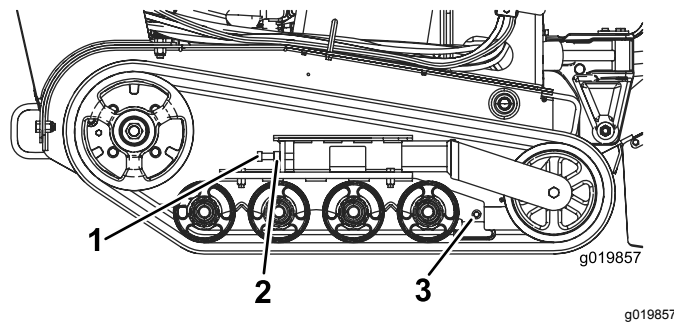

Figure 48
3. Desserrez l'écrou de blocage sur le boulon de réglage de tension de la chenille et les boulons de serrage du bras de tension (**Figure 48**).
4. Serrez le boulon de réglage de tension à un couple de 32,5 à 40 N·m pour tendre la chenille (**Figure 48**).
4. Desserrez le boulon de réglage de tension et l'écrou de blocage (Figure 48).